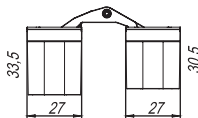

рис. 2
• Габаритные размеры в открытом положении петли (рис. 2):
- Вертикальная регулировка (Z) +/- 2 мм;
- Горизонтальная регулировка (X) +3/-2 мм;
- Регулировка по глубине (Y) +/- 1 мм;